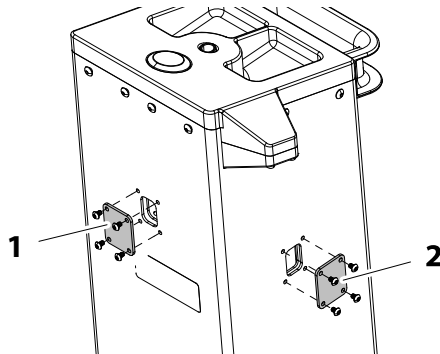

Figura 6-3. Tampas de acesso à lubrificação
Há três (3) tampas de acesso na parte superior da seção externa do mastro, uma de cada lado e uma na parte de trás do mastro. Somente duas (2) tampas devem ser removidas para lubrificar os parafusos de acionamento do mastro, a tampa na parte de trás e a tampa na porta de acionamento auxiliar (direita) do mastro. (Consulte a Figura 6-3.)
1. Remova a tampa de acesso traseiro. (Consulte a Figura 6-3.)